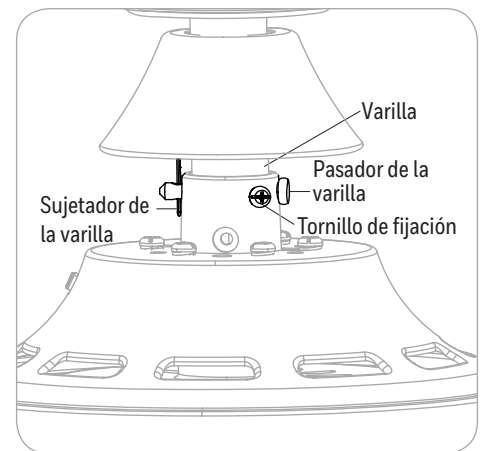

Figura 3.3
3. Deslice la varilla por la horquilla del ensamblaje del motor, alinee los orificios, luego vuelva a instalar el sujetador de la varilla y el pasador de la varilla. Asegure con los tornillos de fijación (Figura 3.3).